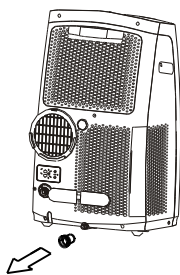

Imagen 22
- Cuando el nivel del agua en la bandeja inferior alcanza el nivel predeterminado, la unidad emitirá 8 pitidos y la pantalla digital del área mostrará P1. En este momento el proceso del aire acondicionado/deshumificador se interrumpirá inmediatamente. Sin embargo, el motor del ventilador continuará funcionando (esto es normal). Con cuidado mueva la unidad a un lugar seco, retire el enchufe del drenaje inferior y permita que el drenaje fluya (Imagen 22). Vuelva a instalar el tapón del drenaje inferior y reencienda la máquina hasta que desaparezca el símbolo P1. Si el error persiste, llame al servicio técnico. NOTA: Asegúrese de volver a instalar el tapón del drenaje inferior antes de utilizar la unidad.
- Retire el tapón de la salida del drenaje inferior, toda el agua en la bandeja inferior se drenará (consulte Imagen 22).